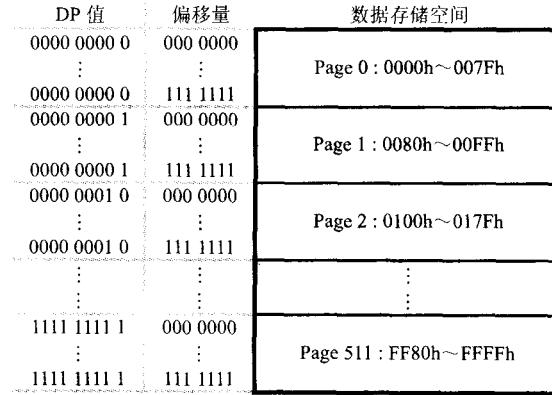

图 1-3 采用分页机制的数据存储空间
数据存储空间采用分页机制, 如图 1-3 所示。整个空间分成 512 页, 通过寄存器的 9 位指针 (DP) 来指定。分页机制有助于缩短汇编指令长短 (只需包含偏移地址即可), 提高访问速度 (页内访问时, 可以灵活指定偏移地址)。